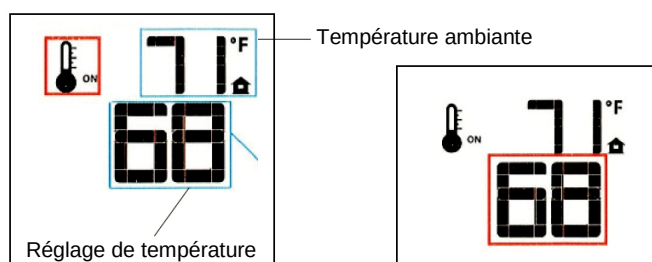

Figure 64.
- Pour activer cette fonction, appuyez sur la touche «Thermostat». L'afficheur indiquera que le thermostat ambiant est activé («ON») et le réglage de température actuel est maintenant affiché. Fig. 64.